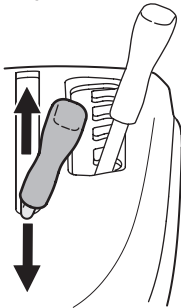

Figure 17
2. Poussez le levier de la prise de force vers l'avant pour embrayer la prise de force. Voir Figure 17.